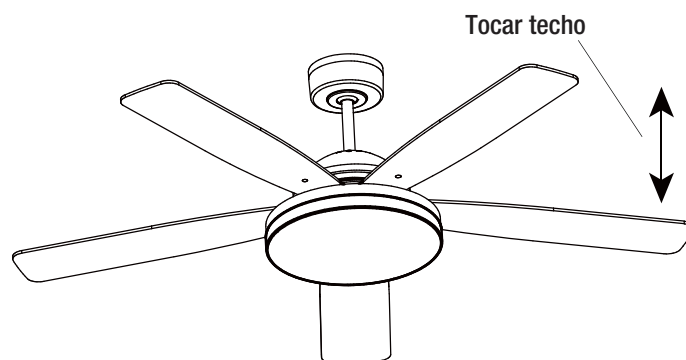

Figura 16
- La mayoría de problemas de bamboleo ocurren cuando los niveles de las aspas son desiguales. Verifique este nivel midiendo la distancia desde la punta de un asa hasta el techo, como se muestra en la Figura 16. Gire el ventilador hasta que la siguiente asa esté colocada en el mismo lugar que la anterior y mida nuevamente. Repita para cada asa. Las medidas deben estar dentro de 1/8 pulg (3 mm).